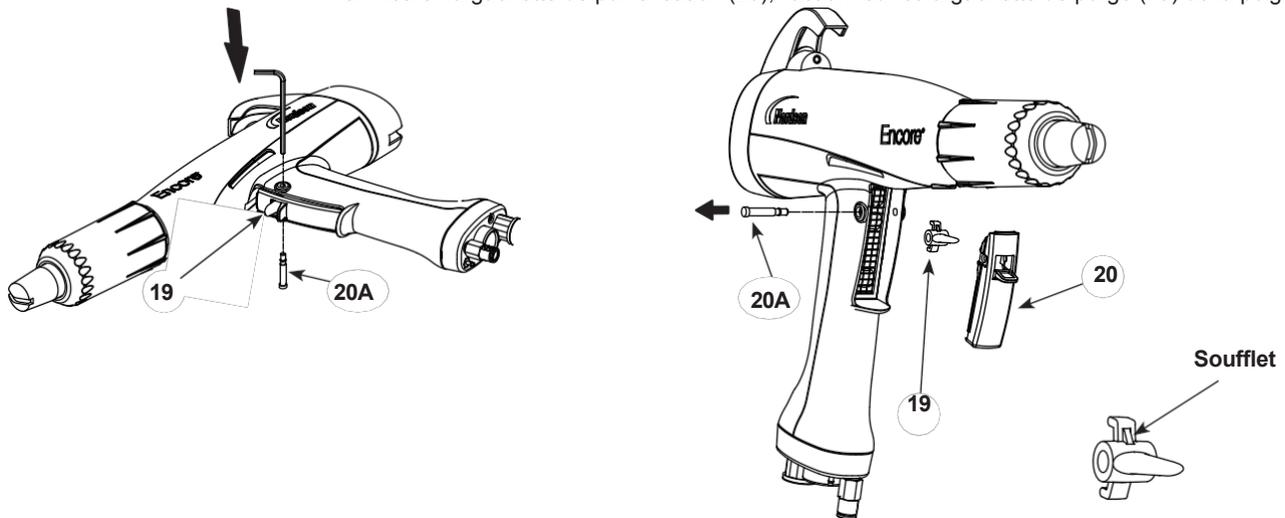

Figure 17 Retrait de l'axe et de la gâchette de la poignée
3. Voir la figure 17. Placer le pistolet de pulvérisation sur une surface solide de manière à ce que le petit diamètre de l'extrémité du pistolet de pulvérisation puisse être utilisé. l'axe de déclenchement (20A) est orienté vers le haut.
5. Retirer la gâchette de pulvérisation (20), l'actionneur et la gâchette de purge (19) de la poignée.